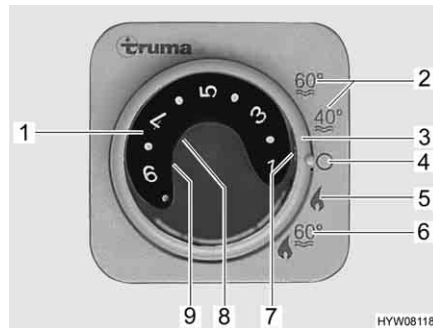

Fig. 199 Unidad de mando para la calefacción/caldera
- Ajustar el modo de funcionamiento con el interruptor giratorio (Fig. 199,3).
Según la temperatura ambiente deseada, la calefacción selecciona automáticamente la potencia de quemador necesaria. Cuando se alcanza la temperatura ambiente deseada se desconecta el quemador. En el modo de funcionamiento "calefacción y caldera" (Fig. 199,6), se calienta también el agua de la caldera. En el modo "calefacción sin caldera" (Fig. 199,5), la calefacción puede funcionar con la caldera vacía.
- Girar el botón giratorio de temperatura (Fig. 199,1) de la unidad de mando al nivel deseado.
- Situar el interruptor giratorio (Fig. 199,3) en el modo invierno "calefacción sin caldera" (Fig. 199,5) o en modo invierno "calefacción y caldera" (Fig. 199,6).
La luz de control verde (Fig. 199,7) se enciende.
- Ajustar el interruptor giratorio (Fig. 199,3) en "O" (Fig. 199,4).
La combinación de los funcionamientos a gas y con electricidad a 230 V acorta el tiempo de calentamiento del vehículo (esto sólo es posible si se ha ajustado el modo de invierno de la calefacción en la unidad de mando (Fig. 199)).